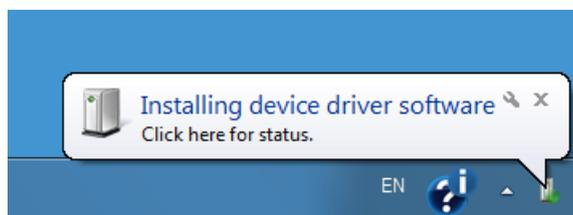

Abbildung 11: Windows-Benachrichtigung über die Geräte-Installation.
2. Den Artec 3D-Scanner an den Rechner anschließen und warten, bis Windows das Gerät erkennt und die erforderlichen Treiber installiert hat. Eventuell erscheint eine Benachrichtigung ähnlich der in Abb. 11.